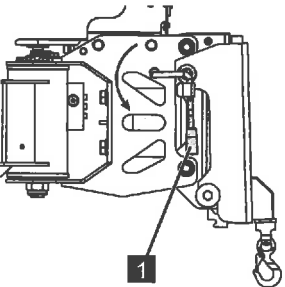

Abb. 164
4. Verriegelungsbolzen (Abb.164/1) um 90° gegen den Uhrzeigersinn drehen, bis er einrastet.